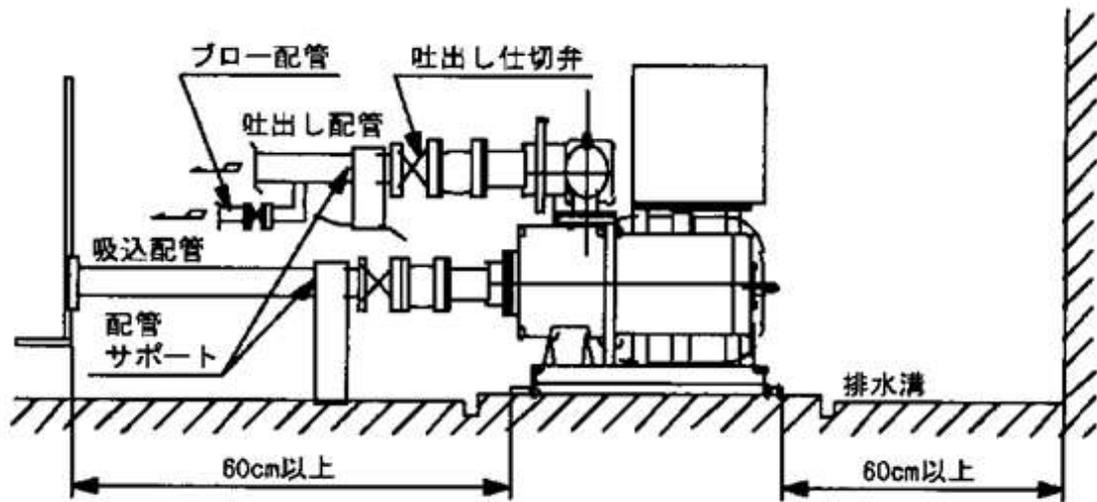

図1 ユニット据付例（流し込みの場合）
- (1) 相フランジは、配管にねじ込んだ後、給水装置に取り付けてください。また、耐圧力が十分な配管をご使用ください。
- (2) 配管材質は、赤水対策品を使用し、給水装置に吸込配管、吐出し配管の荷重がかからないよう、十分な配管支持をしてください。
- (3) 吸込配管は、必ず別々に設けてください。
- (4) 試運転調整や点検用に、吐出し側には、必ず仕切弁と試験配管（ブロー配管）を設けてください。
- (5) 流し込みの場合（図1）